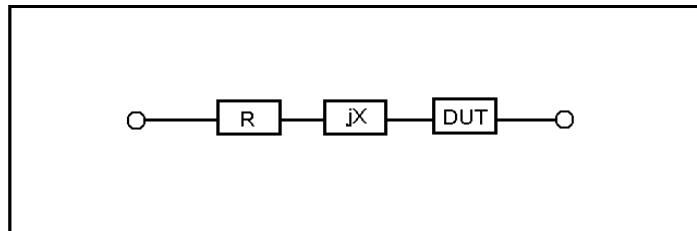

图 3-12 寄生阻抗
3.9.2 短路: 用于消除和减小与被测元件相串联的寄生阻抗 (R, X) 造成的误差。如图 3-12 所示。